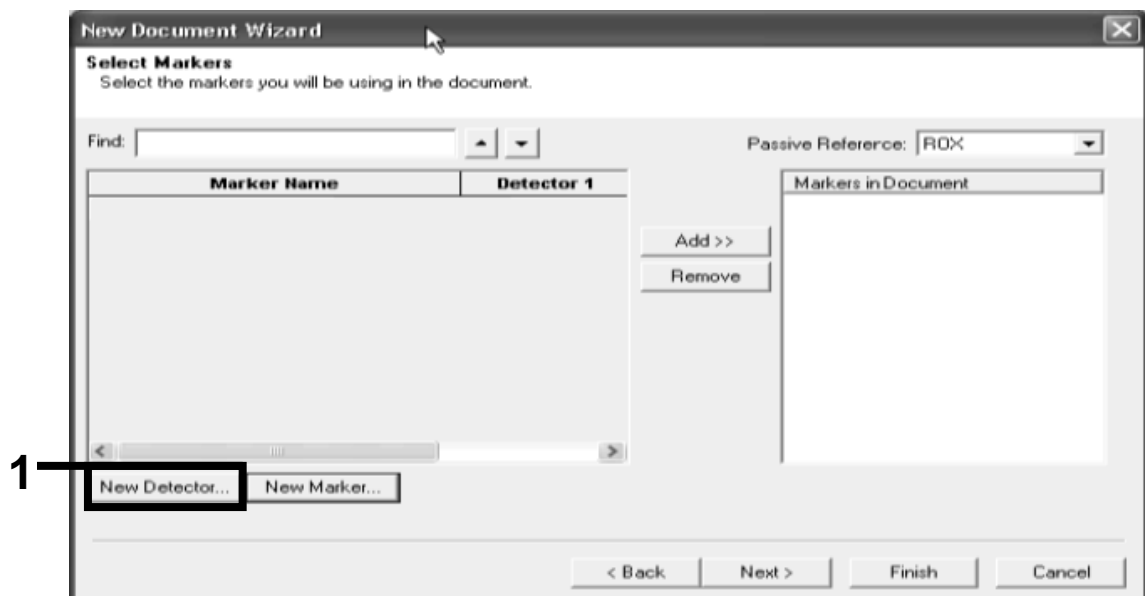

Abbildung 14. Das "Markers in Document"-Feld enthält keinen geeigneten Marker für Ihre Applikation.
15. Legen Sie wie folgt Detektor und Marker an. Klicken Sie auf "New Detector" („Neuer Detektor“; siehe Abb. 14).
18. Klicken Sie im Dialogfenster "Select Markers" („Marker auswählen“) auf die Schaltfläche "New Marker" („Neuer Marker“; siehe Abb. 14).